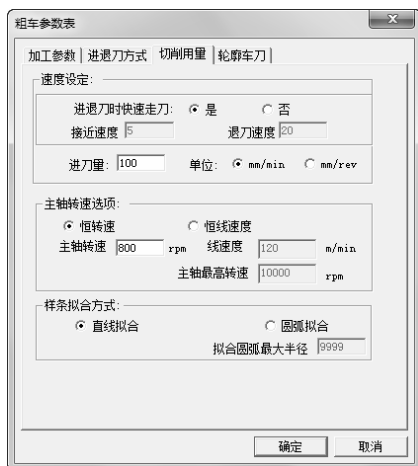

图 6-13 端面粗车切削用量参数设定
3) 单击“切削用量”选项卡，如图 6-13 所示。设置切削用量具体参数如下：进退刀时快速走刀：是；进刀量：100，单位 mm/min；主轴转速选项：恒转速；主轴转速：800；样条拟合方式：直线拟合。